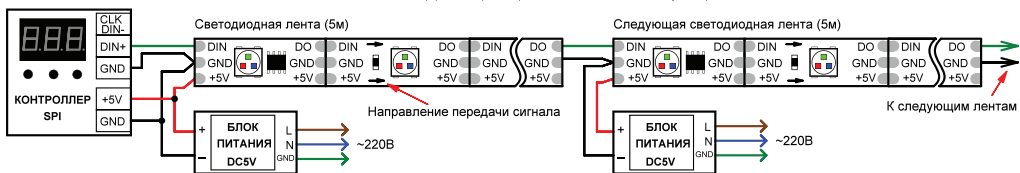

Рис.2. Схема подключения ленты при управлении от внешнего контроллера.
- Подключите ленту в соответствии с выбранной схемой (Рис.1 или Рис.2), соблюдая полярность и маркировку проводов. При подключении лент и соединении отрезков учитывайте направление передачи цифрового сигнала, указанное стрелкой на ленте. Вход сигнала управления имеет обозначение «DIN», выход – «DO». Для подключения используйте коннекторы из комплекта поставки. Руководствуйтесь маркировкой, нанесенной на ленту (см. таблицу), маркировкой на контроллере и информацией, приведенной на Рис.3 и Рис.4
- Подключите ленту согласно используемой схеме (Рис.1 или Рис.2), соблюдая полярность.